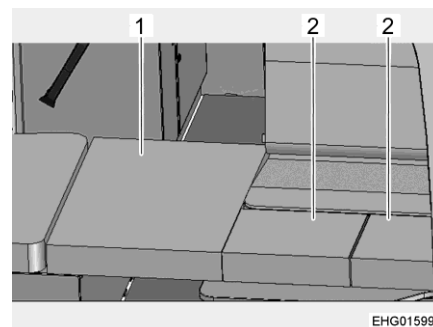

Bild 108 Efter ombyggnaden
- Lägg den stora extra dynan (Bild 108,1) på stöbrädan i gången.
- Lägg de små extra dynorna (Bild 108,2) på bordet.